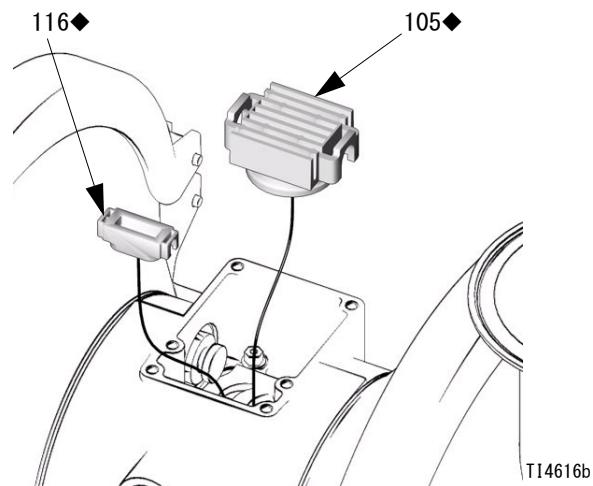

図 7
- バルブキャリッジ (105) をセンター位置に移動し、キャビティから引き抜きます。ニードルノーズプライヤーで。パイロットブロック (116) をキャビティからまっすぐ引き抜きます。図 7 を参照のこと。